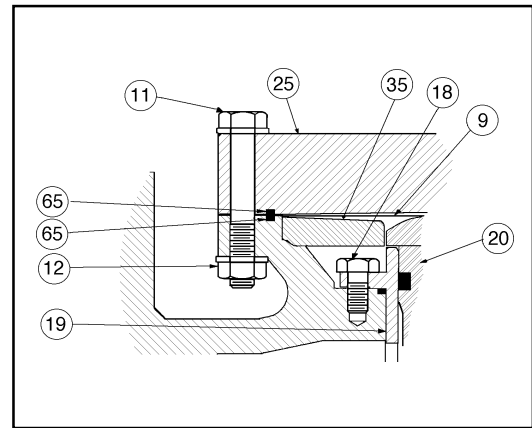
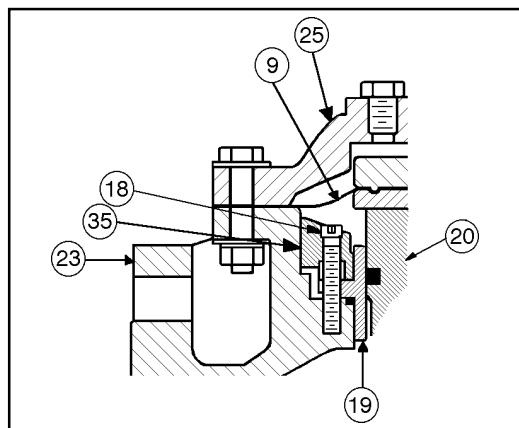

Abbildung 8: Opt-81 — Metallmembran­konstruktion, 2" (DN50) und kleiner
Abbildung 9: Opt-81 — Elastomermembran, 2-1/2" – 4" (DN65 – 100).
3. Gehäusegrößen 2" (DN50) und kleiner; Metallmembran. (Siehe Abbildung 8.):
a. Das Gehäuse (23) ist speziell mit einem Ansatz für die Aufnahme des unteren Membrantragrings (35) und einer Nut für die untere O-Ring-Membrandichtung (65) versehen.
b. Die Domhaube (25) ist speziell bearbeitet, um eine Oberfläche für die Halterung der oberen Membran (9) zu bieten und mit einer Nut für die obere O-Ring-Membrandichtung (65) versehen. Der untere Membrantragring (35) wird im Einbauort fixiert. Der untere Membrantragring (35) kann bei Ausbau der Domhaube (25) und der Membran (9) nach oben angehoben und aus dem Gehäuseraum (23) herausgenommen werden.
c. Die doppelten O-Ringdichtungen (65) ersetzen die Membrandichtung (37) und sind normalerweise im Standard-Lieferumfang der Metallmembranausführung enthalten; d.h. 'nicht-Opt-81'.
4. Gehäusegrößen 2-1/2" (DN65) und größer; Elastomermembran. (Siehe Abbildung 9.):
a. Gehäuse (23) ist ein Standardgehäuse (23).
b. Die Domhaube (25) ist speziell bearbeitet, um eine Oberfläche für die Halterung der oberen Membran (9) zu bieten.